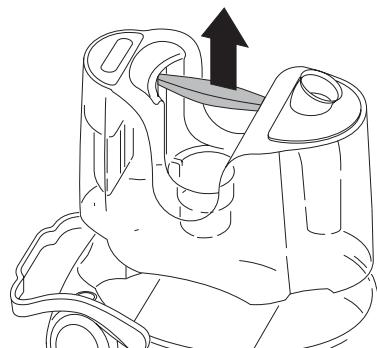

рис. 3
- Выньте резервуар для сбора мусора/жидкости Е при помощи специальной ручки, имеющейся на резервуаре (рис. 3).